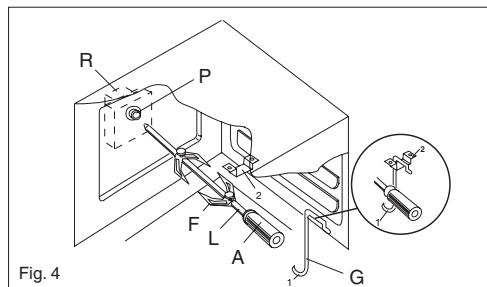

Fig. 4
- Introduzca el pollo o la pieza a asar en el espetón **L**, inmovilizándolo entre las dos horquillas **F** y equilibrándolo a fin de evitar esfuerzos innutiles al motor **R** (fig. 4).
- Para quitar el asador, proceda de manera inversa utilizando el mando **S** y un guante de protección de lana aislante (fig.4).